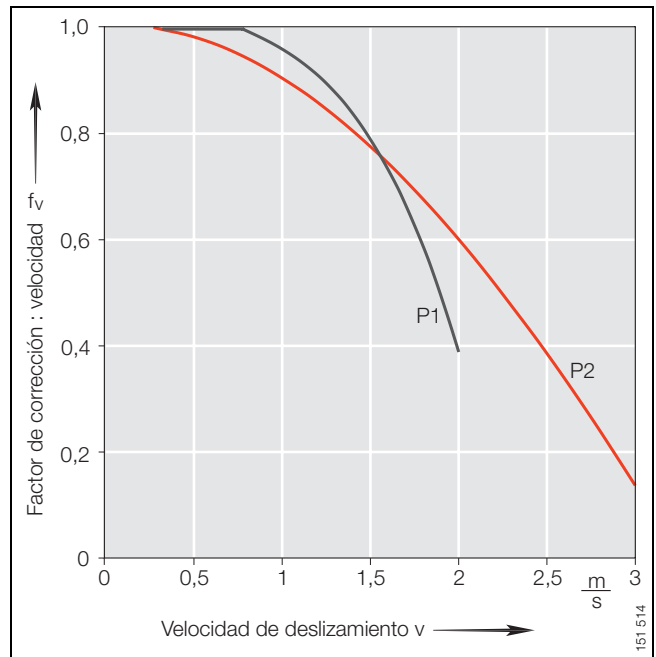

Figura 5 · Factor de corrección: velocidad  $f_v$ , Permaglide® P1, P2
Factor de corrección: velocidad, figura 5, página 15
- Factor de corrección: velocidad  $f_v$ , figura 5, página 15